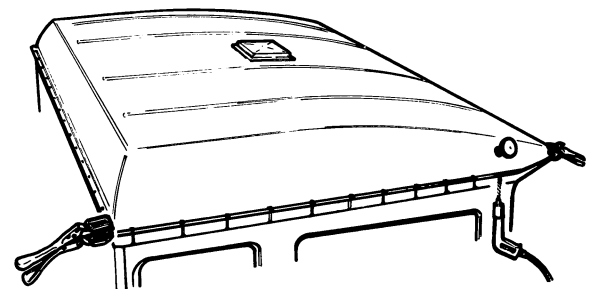

Fig. 6.
2. Boor via de gaten in de dakrand, gaten in de rand van de kunststof kap (fig. 6).